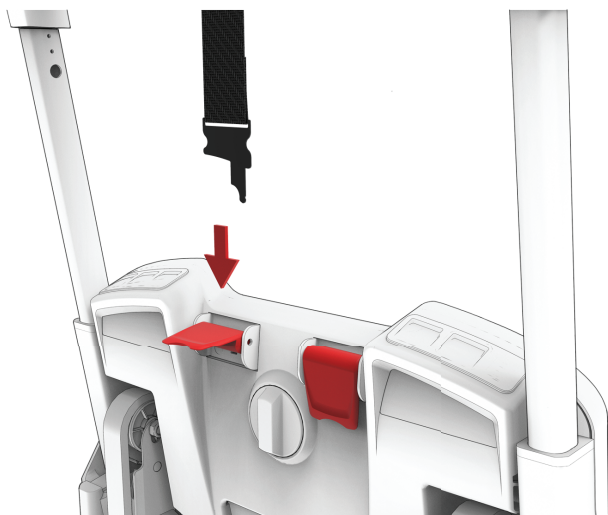
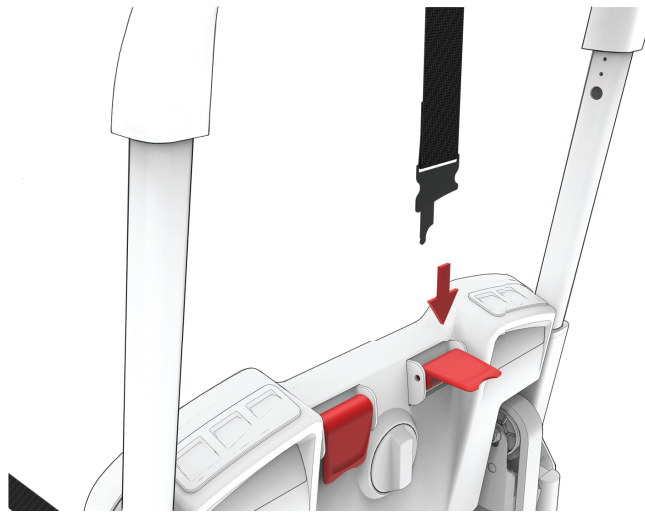

图 23 – 肩安全带，患者左侧
图 24 – 肩安全带，患者右侧
5. 将患者右肩安全带套在座椅背上和抓杆下方 (图 23 和 图 24)。抬起患者右侧 PCS 凸轮，将肩部夹扣插入 PCS 凸轮，然后拉出。